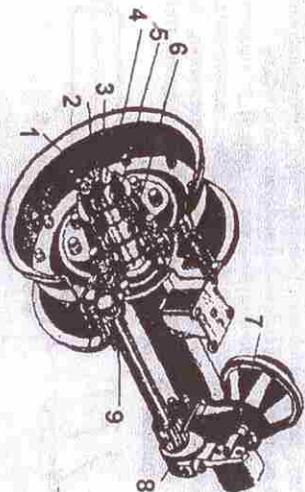

Рис. 8. Ось с колесами и тормозами
4.6. Ось с колесами и тормозами (рис. 8). Балки оси выполнены сварной конструкцией из труб, с обоях торцов которых варены цапфы. Колеса дисковые модели 132F-406. Шина 9,00-16 модели Я-324А с давлением воздуха 0,35 Мпа (3,5 кг/см2). Ступица 6 колес установлена на двух конических роликоподшипниках (внутренний 7611А и наружный 7609А0, закрытых на цапфах. Передняя ось оборудована колдочными тормозами. Тормозной механизм каждого колеса барабанного типа с двумя разжимными колодками, к которым прикреплены фрикционные накладки: один конец накладки опирается на неподвижную опору, другой конец прижимается к эксцентриковой поверхности разжимного кулака через роли.
Регулировка подшипников ступиц колес (см. рис. 8) производится при наличии люфта в подшипниках или при тугой затяжке подшипников.
4.6.1. Регулировка тормозов колес (см. рис. 8) производится через 240 часов, а при необходимости и раньше.